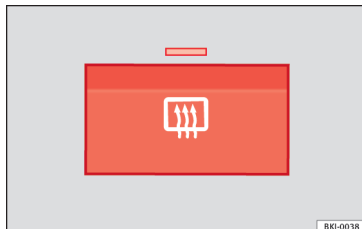

Fig. 146 À côté des commandes de climatisation : contacteur de dégivrage de lunette arrière.
- Appuyez sur le bouton de désembuage » **fig. 146**